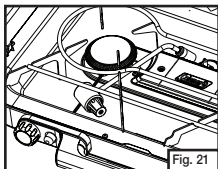

Fig. 21
- Le détenteur peut être placé sous la grille porte-plats pour le rangement ou le transport. (Fig. 21)